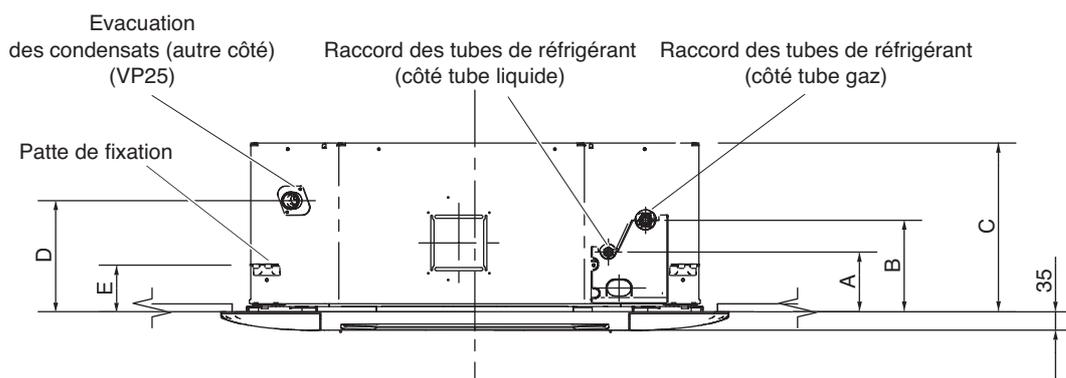

Fig. 3-3
- (3) Déterminez l'écartement des tiges filetées en utilisant le gabarit de montage fourni. Le schéma et le tableau (figure 3-3 et tableau 3-2) illustrent la relation entre les positions et les attaches de suspension, l'unité et le panneau.